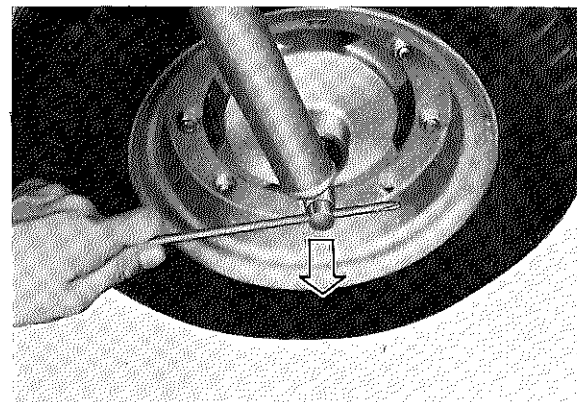

Fig. 5-1-5
5. Remove the front wheel axle by simultaneously twisting and pulling out on the axle. Then remove the wheel assembly. (Raise the front of the machine by placing a suitable stand under the engine.) (Fig. 5-1-5)
5. Enlever l'axe de roue avant en le tirant avec un mouvement de torsion. Ensuite, enlever la roue avant. (Lever l'avant de la machine en plaçant une cale appropriée sous le moteur). (Fig. 5-1-5).
5. Vorderradachse durch gleichzeitiges Drehen und Ziehen herausziehen; dann das Vorderrad herausnehmen. (Vorderteil der Maschine anheben und eine geeignete Abstützung unter dem Motor anbringen.) (Fig. 5-1-5)